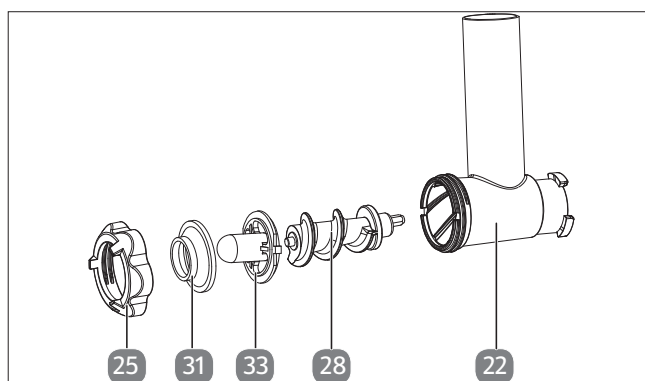

Fig. 24 – Accesorios para kebbe
1. Monte los accesorios como se indica (véase Fig. 24).